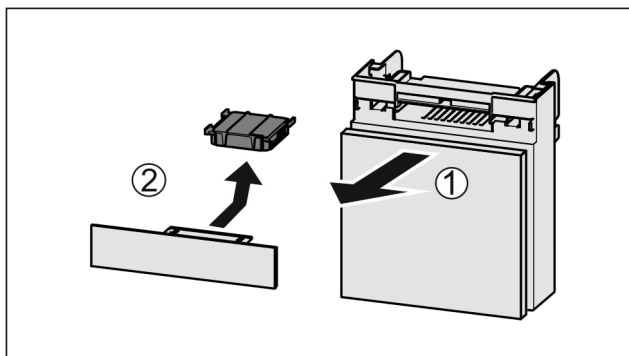

Fig. 206
- Zásuvku vytáhněte dopředu Fig. 206 (1).
- Filtr s aktivním uhlím vyjměte Fig. 206 (2).